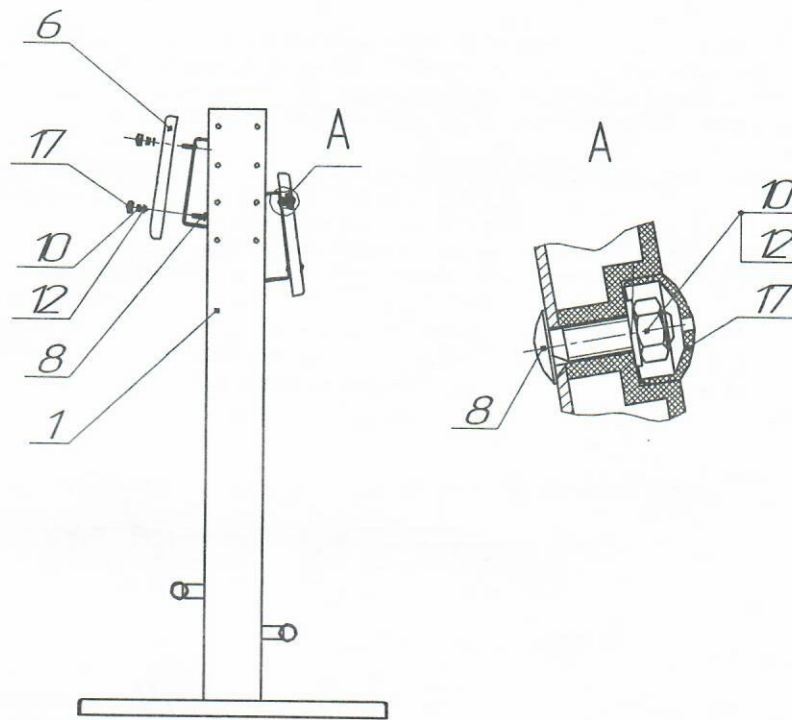

Рис.3
8.3.2 Установить на металлоконструкцию поз.(1) сиденья (поз.6) с помощью болтов и закрепить (рис.3).